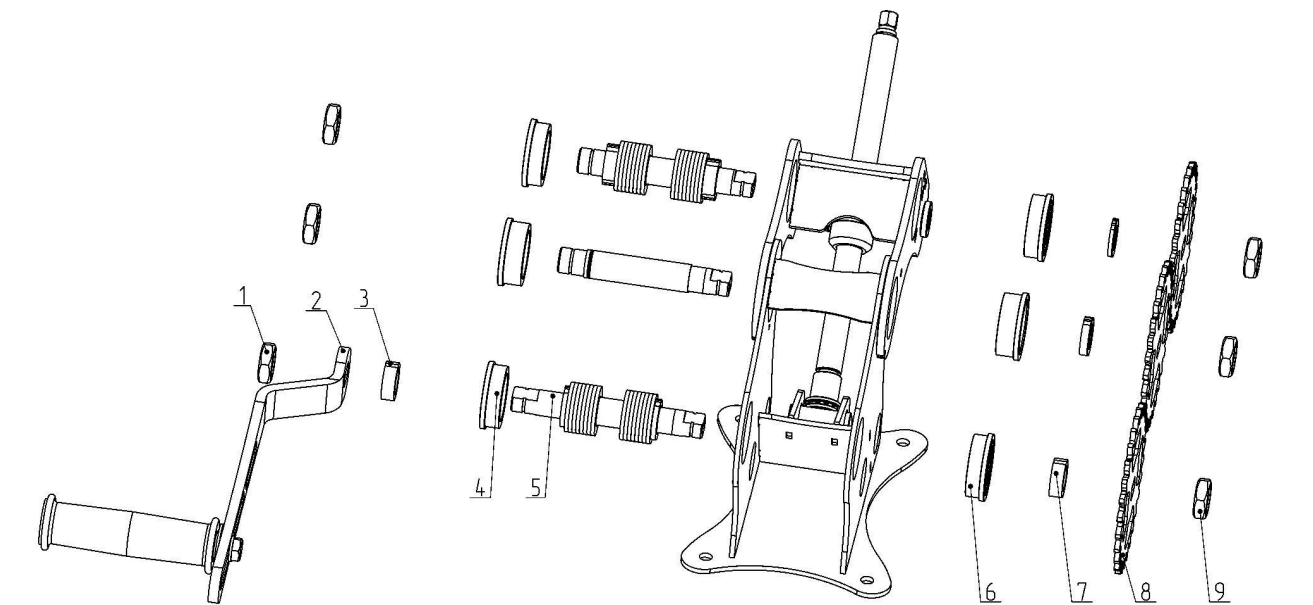

Рисунок 3 — Схема смены опорных валков.
Для работы с различными профилями в конструкции трубогиба предусмотрена возможность смены группы дополнительных валков. Чтобы это сделать, необходимо (см. Рисунок 3): полностью отвернуть гайки (1, 9), снять рукоять (2), снять проставочную шайбу (3), шестерни (8), дистанционные шайбы (7). Далее следует вынуть подшипниковые опоры (4) вместе с валками (5). Подшипниковые опоры (6) демонтировать не требуется. Валки (5) нужно вынуть из подшипниковых опор (6) и сменить на необходимые из группы дополнительных валков. Сборка осуществляется в обратном порядке.